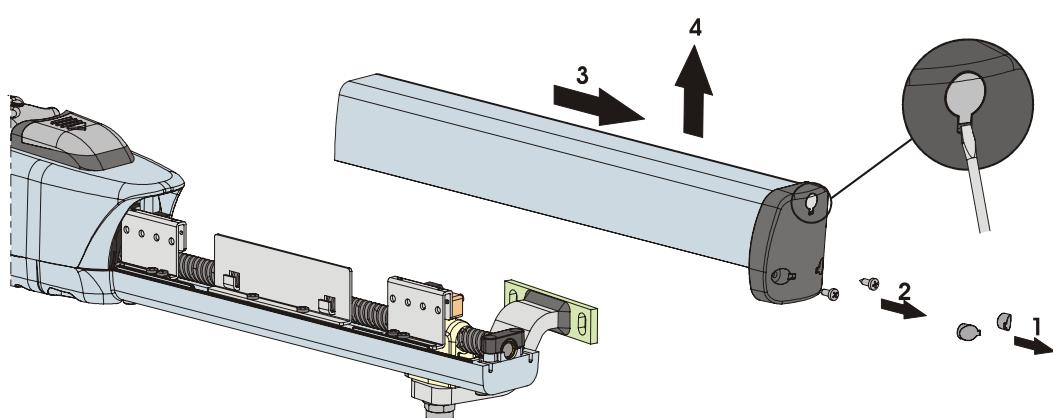

Рис. 23
- 1) Вытащите две заглушки, закрывающие нижние крепежные винты, Рис.23, сноска 1.
- 2) Открутите два нижних винта передней крышки и снимите кожух, Рис.23.